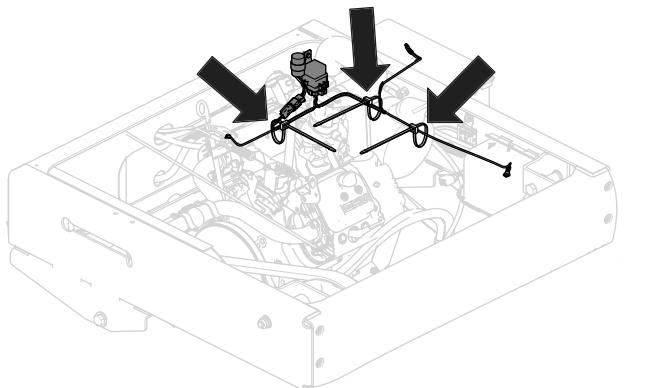

Figura 7
4. Utilize três braçadeiras de cabos para prender a cablagem do kit à cablagem existente; consulte Figura 7 para obter a posição das braçadeiras de cabos.